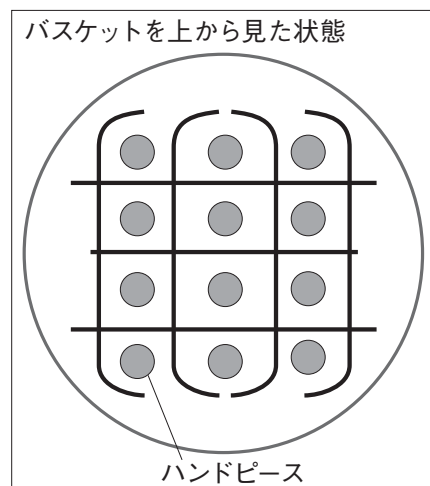

図 7
- 3) 仕切り板で仕切られたマス目に被滅菌物を入れます。ハンドピースの場合 12 本が最大目安です。（図 7）